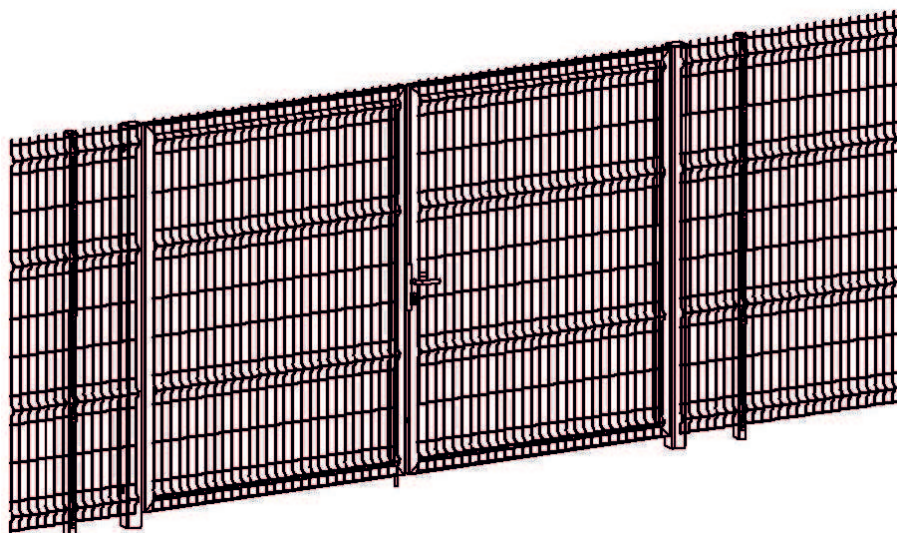

рис.16
1. Без крепления панелей ограждения к столбам ворот (монтаж выполняется согласно выше приведенной инструкции см. рис.16)